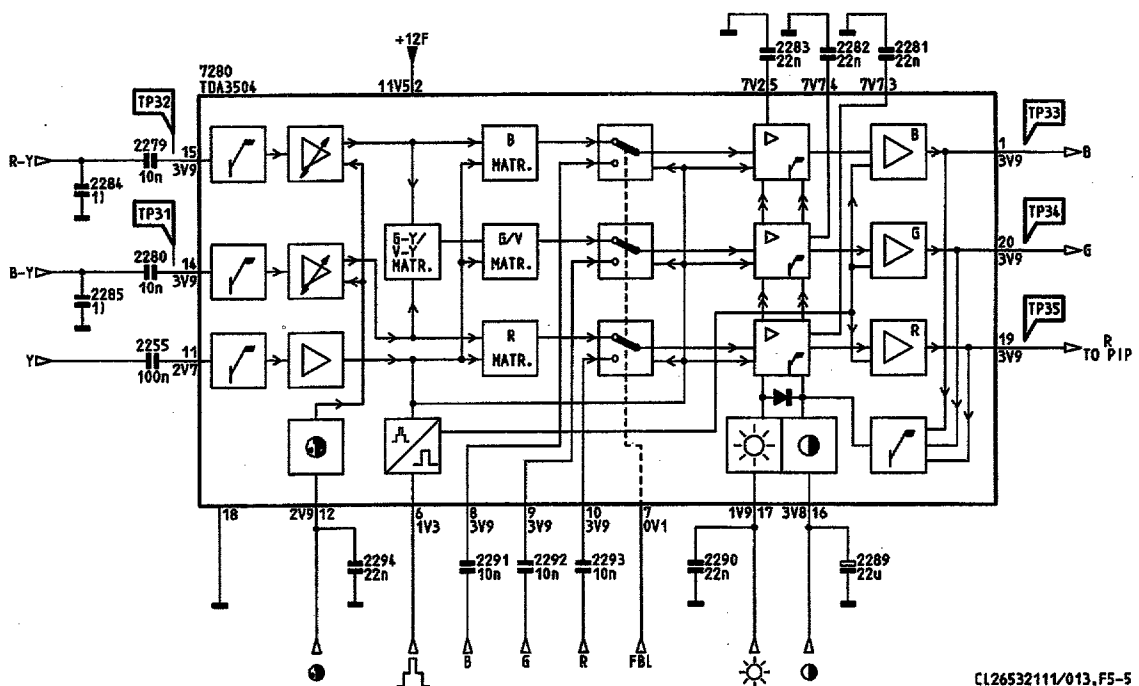

Abb. 5.5
5.4 Der Videokontroller (Abb. 5.5)